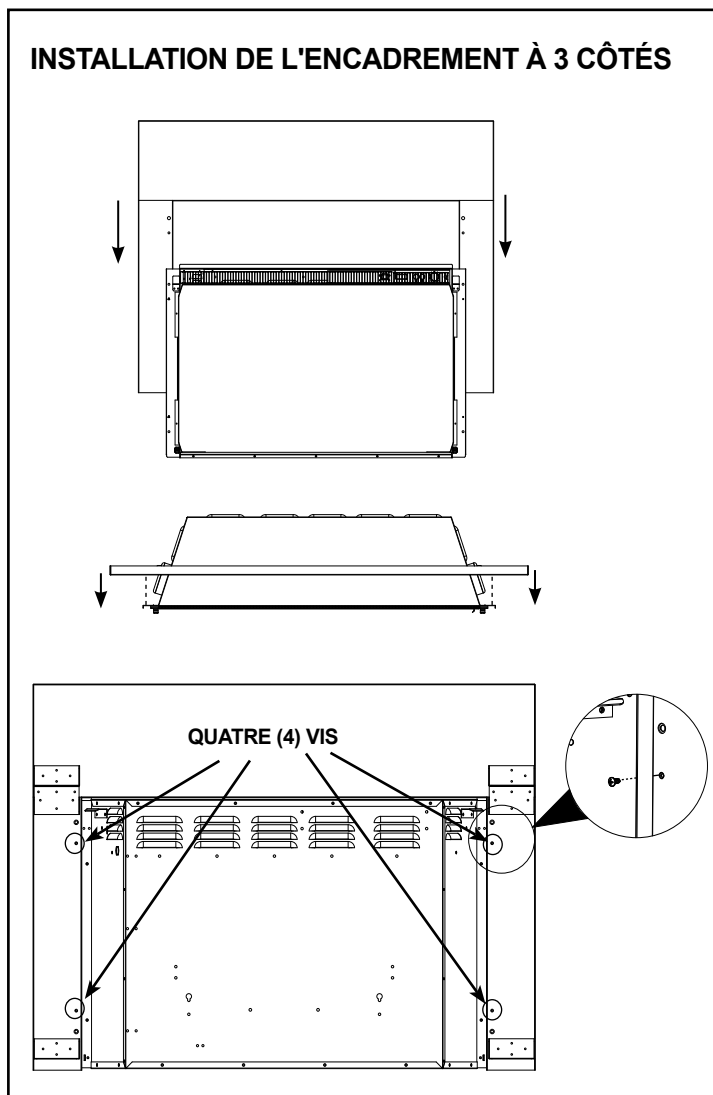

Figure 4.3 Installation de l'encadrement sur trois côtés
2. Faites glisser l'habillage à trois faces assemblé sur le dessus de l'appareil, derrière les rebords latéraux de l'appareil. Voir la figure 4.3
3. Fixez l'habillage aux brides latérales de l'appareil en quatre (4) endroits à l'aide des vis ST4X8 fournies avec l'habillage. Les vis seront installées à l'arrière de l'appareil. Voir la figure 4.3.